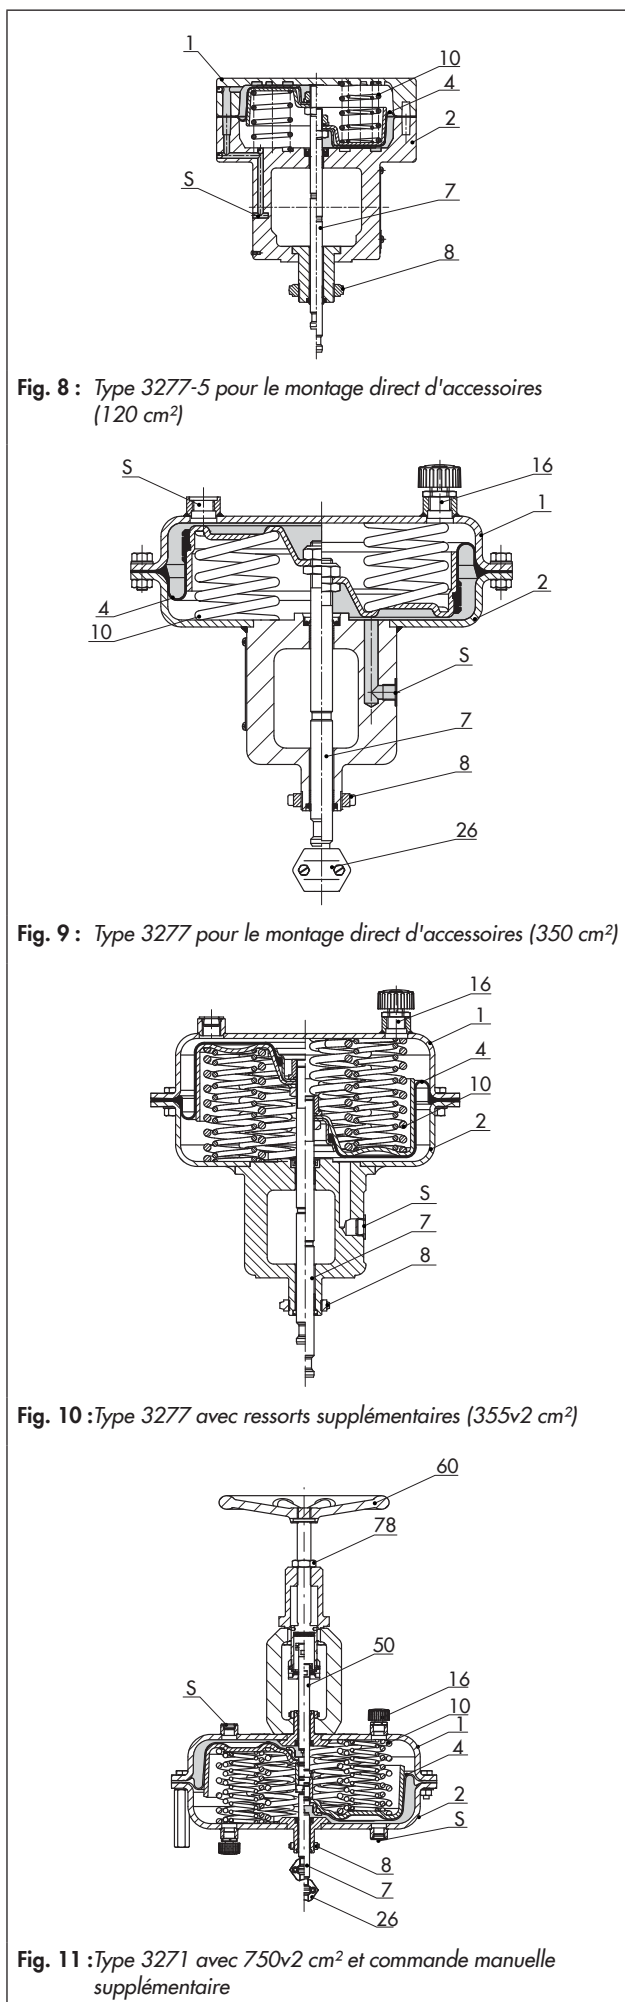

Fig. 8 : Type 3277-5 pour le montage direct d'accessoires (120 cm²)
- **Type 3277-5 · Surface de servomoteur 120 cm²**, corps en fonte d'aluminium pour le montage direct d'accessoires (Fig. 8), option commande manuelle supplémentaire (Fig. 5)